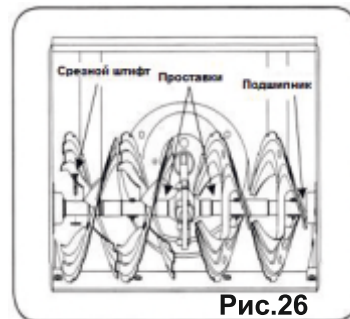

Рис.26
- Шнек крепится к спиральному валу с помощью двух срезных штифтов и шплинтов. Если шнек ударит по постороннему предмету или ледяному затору, снегоочиститель сконструирован так, что штифты могут срезаться (Рис.26).